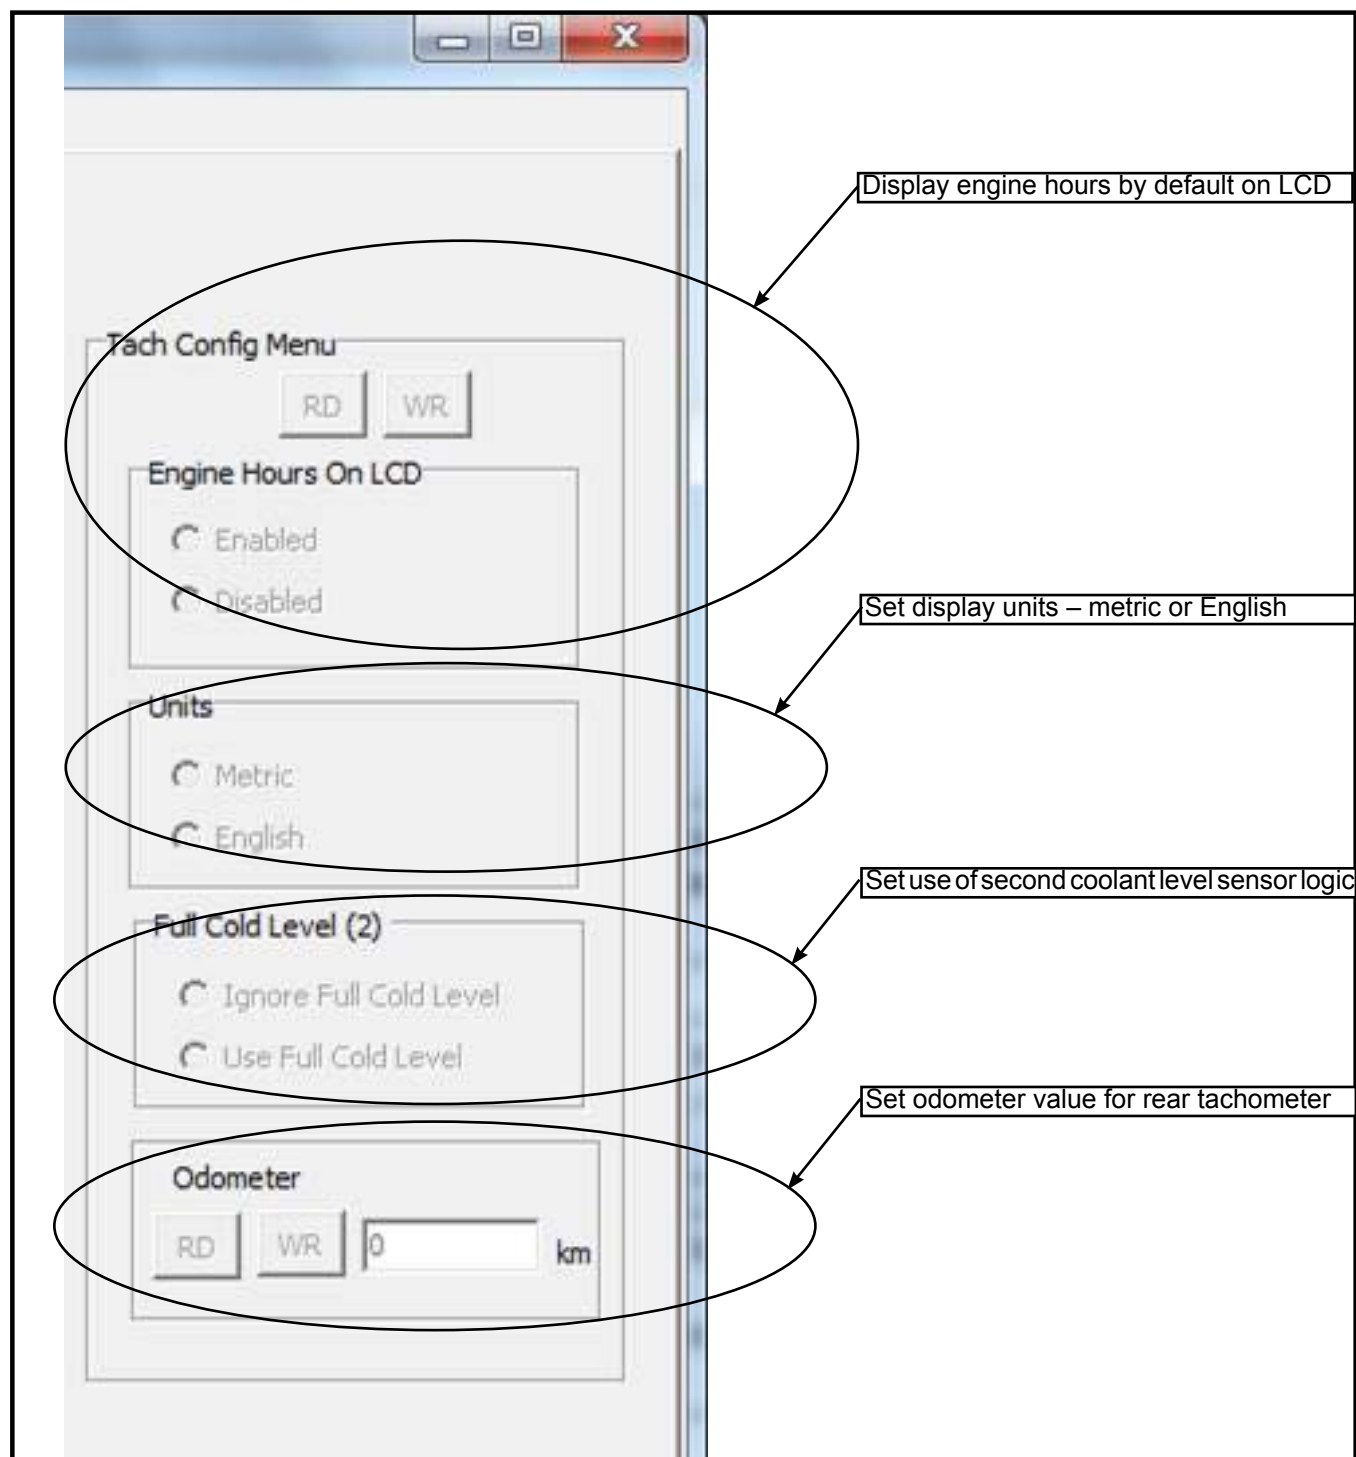

Figure 5 - Tachometer Parameters
2.4. Tachometer parameter overview (see Figure 5).